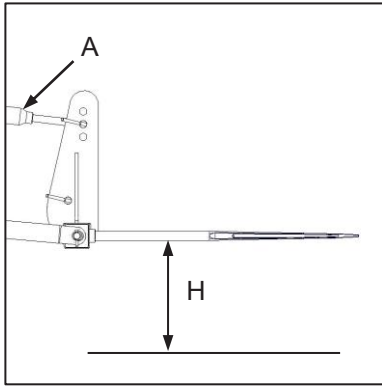
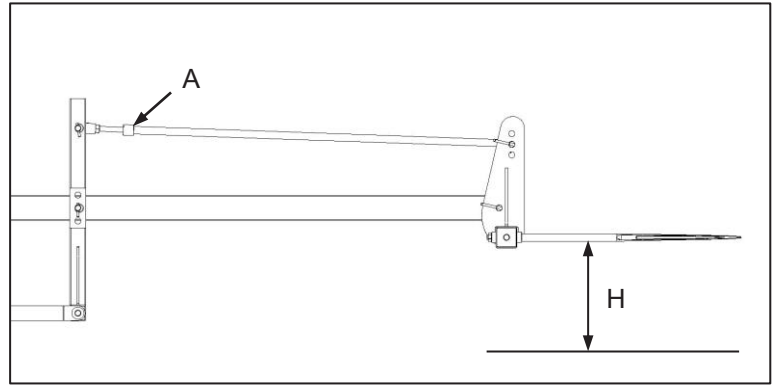

Fig. 1
Fig. 2
Careful attention should be paid to the working angle of the implement bale spikes. These should be in a horizontal position at the height at which the hay bale is to be penetrated (Fig. 1-H / 2-H).
Daar moet noukeurig aandag gegee word aan die werkshoek van die implement se baalpenne. Hierdie moet in 'n horisontale posisie wees op die hoogte waarop die hooibaal gepentreer moet word (Fig. 1-H / 2-H).
- ✔ To set the working angle of the bale spikes, adjust the length of the tractor hitch top link (Bale fork, Fig. 1-A) or length of the implement tie-rod (Bale fork loader, Fig. 2-A).
- ✔ Om die werkshoek van die baalpenne te stel, verstel die lengte van die trekkerhaak se boskakeel (Fig. 1-A).